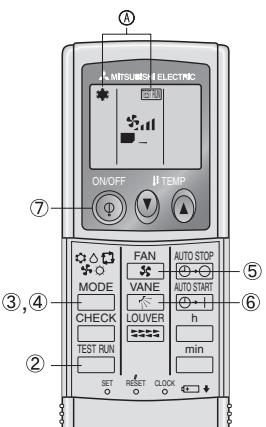

Fig. 7-2
7.2.2. Με ασύρματο τηλεχειριστήριο (Fig. 7-2)
- ① Τροφοδοτήστε με ρεύμα τη μονάδα τουλάχιστον 12 ώρες πριν τη δοκιμαστική λειτουργία.
- ② Πίεστε το κουμπί TEST RUN (ΕΛΕΓΧΟΣ) δύο φορές συνεχόμενα.